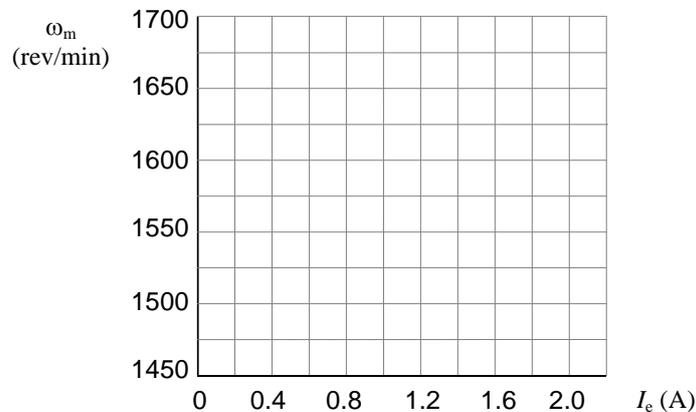

Fig. 4. Variación de la velocidad de la máquina de continua con la excitación
Conecta la máquina de continua como se muestra en la Fig. 3b. Ambos devanados se alimentan de la fuente de continua de 110 V no regulable. Arranca la máquina teniendo en cuenta las precauciones indicadas. Mide la corriente de excitación necesaria para alcanzar cada velocidad de la siguiente tabla, y representa los resultados en la Fig. 4. **Cuando acabes, desconecta la alimentación, pero no quites los cables de alimentación de la máquina de continua, porque la utilizaremos como motor para mover la máquina síncrona.**
- Arranca la máquina de continua y, variando su excitación, llévala a la velocidad nominal de la máquina síncrona. Teniendo en cuenta la Fig. 4, ¿qué intensidad de excitación se necesita en la máquina de continua?